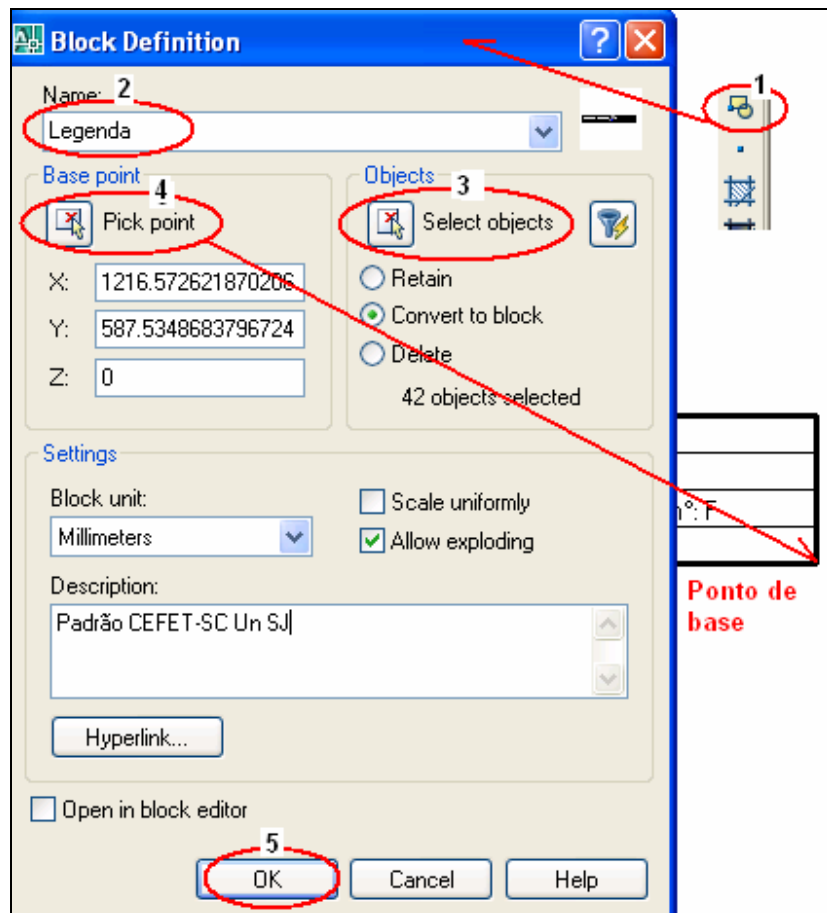

Figura 11.13: Definição do bloco.
1. Na barra de ferramenta *Draw* (1) clique em *Make Block* (2) (fazer bloco). Abre-se a janela *Block Definition* (Definição de Bloco).
2. Na janela Definição de Bloco mostrada na figura 11.13. Em *Name* (2) digite o nome do bloco (símbolo Primeiro Diedro). Clique em *Select Objects* (3) e em seguida selecione o desenho e de